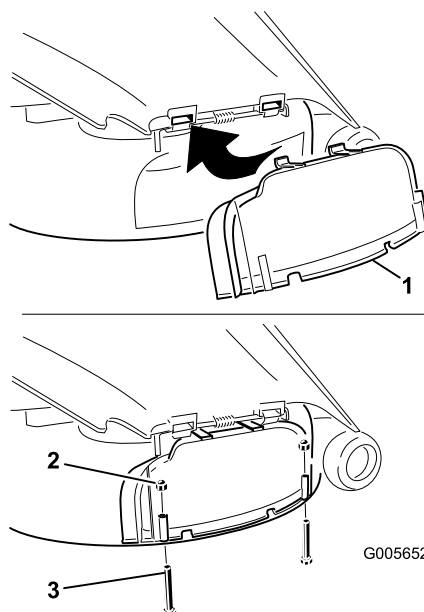

Figure 24
du carter de tondeuse pour fermer l'ouverture (Figure 24).
4. Fixez l'obturateur d'éjection au bord inférieur du plateau de coupe avec deux boulons (1/4 x 2-1/2 pouces) et deux écrous borgnes (1/4 pouce), comme illustré à la Figure 24.